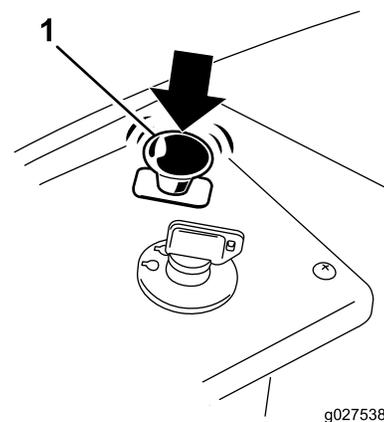

Figura 14
1. Desengrane las cuchillas moviendo el mando de control de las cuchillas a DESENGRANADO (Figura 14).